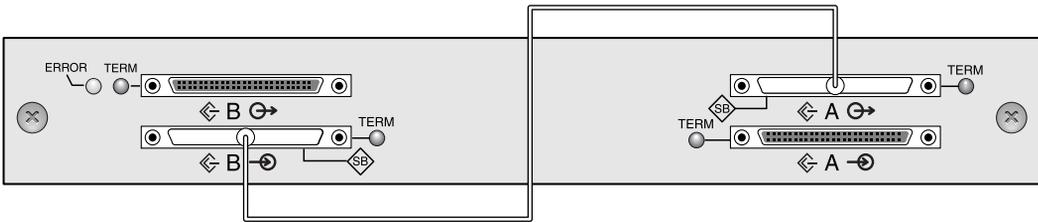

图 4-16 单总线扩展单元所需的跳线连接
2. 要将扩展单元配置为单总线配置，请连接 SCSI 端口（左下端口与右上端口）之间的 SCSI 跳接电缆，如图 4-16 所示。顺时针完整旋转 6 圈上紧电缆插座螺钉，确保连接和操作正确。